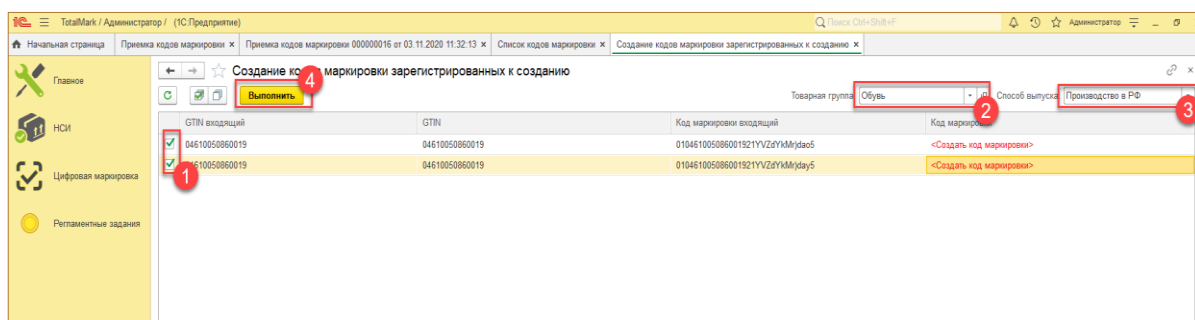

Рис. 10-17 - Работа с Приемкой в Total Mark
4.5. Необходимо выделить коды маркировки, указать товарную группу и способ производства, нажать кнопку «Выполнить» (Рис. 10-17). После того, как коды успешно созданы, они исчезнут из обработки;